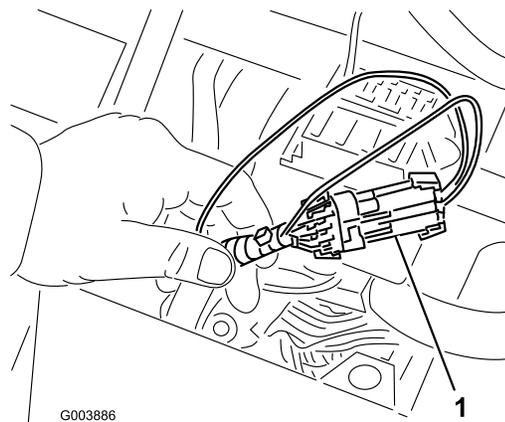

図 38
3. コントローラの近くにあるワイヤ・ハーネスとそのコネクタを探し出す（図 38）。